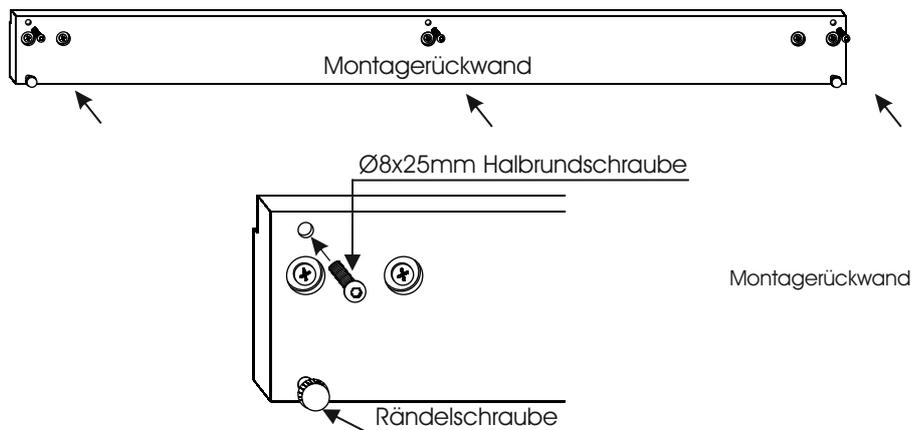

Abb. 4
8. Drehen Sie in die oberen Bohrungen die M8x25mm Halbrundschauben ein. Die Schrauben dürfen nicht in den Falzbereich hineinreichen. (Abb. 4)